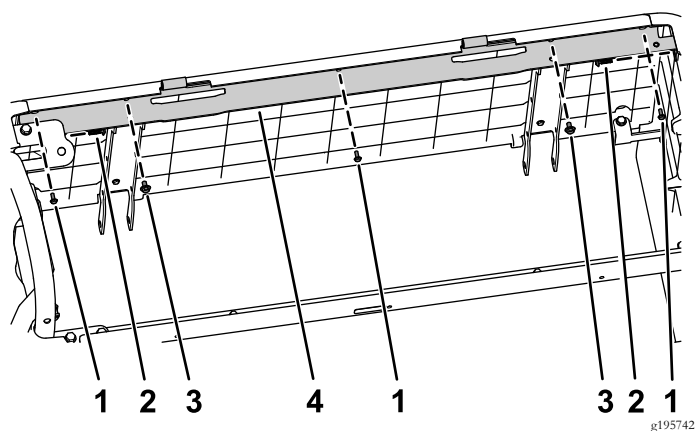

Figura 42
8. Instale o suporte do banco utilizando três parafusos (N.º 10 x 1/2 pol.), dois conjuntos de parafusos com anilhas (1/4 x 1/2 pol.) e dois parafusos com cabeça torx (Figura 42).